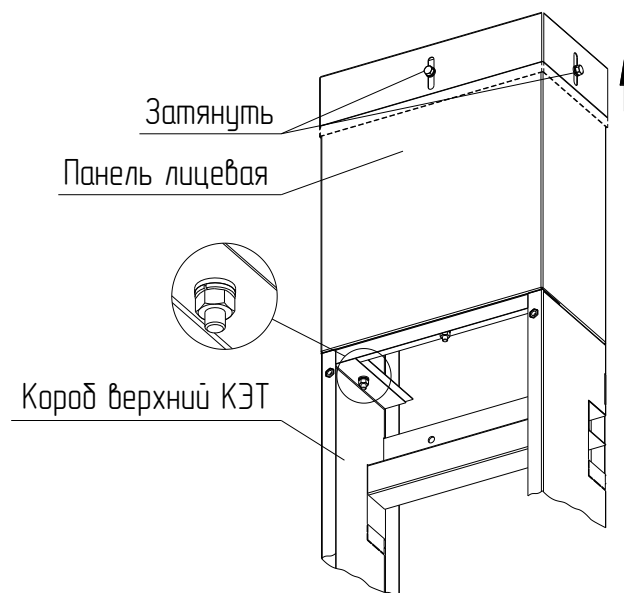

Рисунок 7
- 2.12 Установите «Панель лицевую» в сборе с «Компенсатором» на «Короб верхний КЭТ». Закрепите «Панель лицевую» с помощью 3-х болтов М6х16 поз.4.4 (см. таблицу), шайб 6 поз. 4.6 и 4.7 и гайки М6 поз. 4.5 (рисунок 7). Болтовое соединение согласно приложению 1А.
- 2.13 Поднимите «Компенсатор» вверх до соприкосновения с поверхностью потолка и затяните болты М6х16 (рисунок 7).